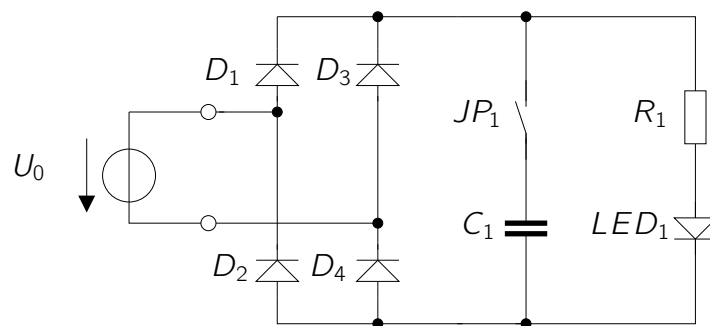

Abbildung 4.1: Schaltung.
Im Folgenden wird die Schaltung in Abbildung 4.1 betrachtet. Die vier Dioden D_1 bis D_4 bilden einen sogenannten Brückengleichrichter, dieser erzeugt aus einer Wechselspannung am Eingang eine pulsierende Gleichspannung am Ausgang. Der Kondensator C_1 dient zur Glättung dieser Spannung und kann über JP_1 zugeschaltet werden. LED_1 und R_1 bilden zusammen die Last.
2. Überlegen Sie sich ein Layout für die Schaltung nach Abbildung 4.1 und bauen Sie die Schaltung auf.